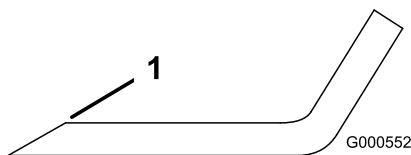

Figura 56
- Utilice una lima para afilar el filo de corte en ambos extremos de la cuchilla (Figura 56).
Nota: Si la cuchilla no está equilibrada, rebaje algo el metal en la parte de la vela solamente con una lima (Figura 56).